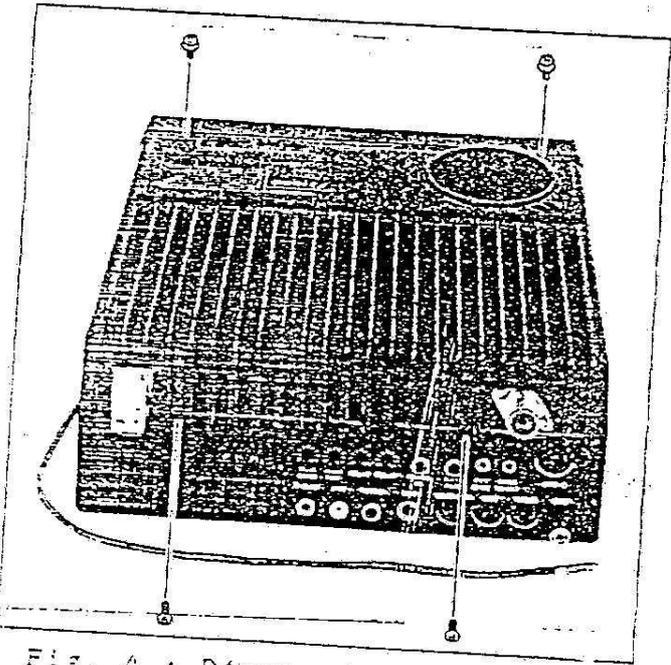

Fig. 4 : Dépose du couvercle
- Placez le transceiver à l'endroit, panneau arrière face à vous, et enlevez les 4 vis désignées sur la fig. 4.
- Ramenez en place le couvercle et le dissipateur en faisant passer le capot bleu clair autour du coin gauche du chassis (vu de l'arrière). Replaces les 2 vis indiquées fig. 4. Les 2 du haut ont des rondelles.